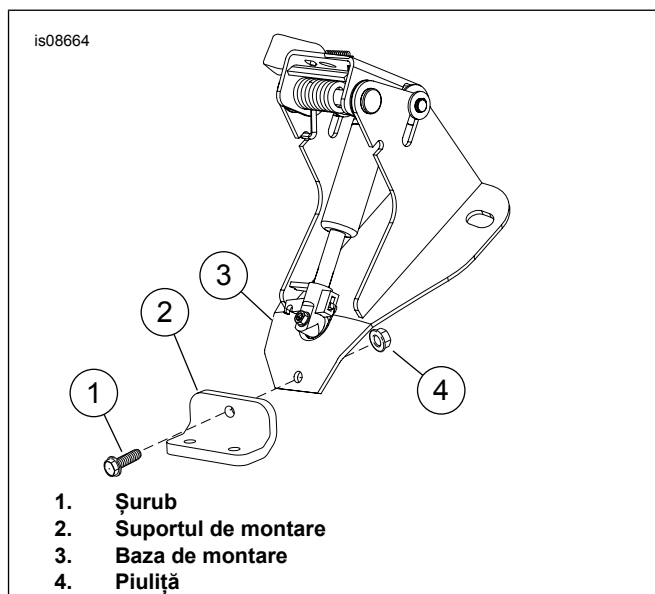

Figura 5. Montați suportul
3. Consultați Figura 5 . Atașați suportul de montare (2) la baza de montare (3).
4. Montați șurubul (1) și piulița (4) după cum se arată. Lăsați elementele de fixare lejere.